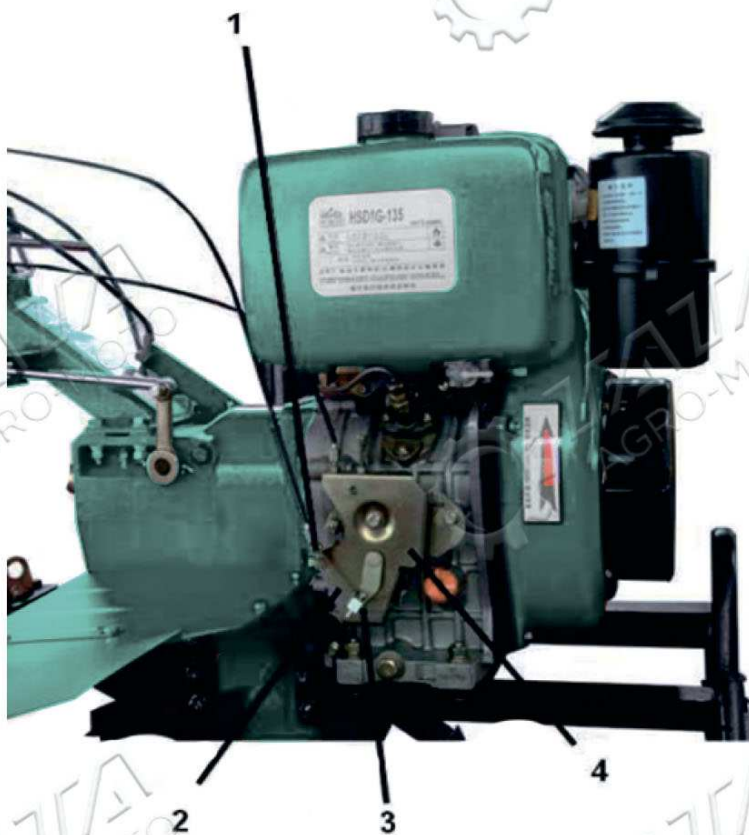

Рис. 6
3. РЕГУЛИРОВКА ТРОСА ДРОССЕЛЯ (СМ. РИС. 6)